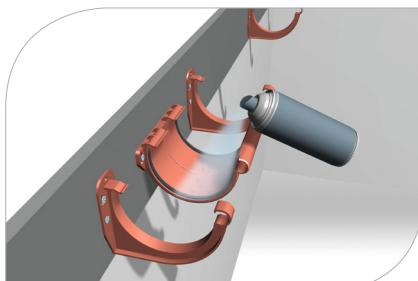

рис. 5
- 1.9 Перед монтажом системы Galeco PVC следует смазать уплотнители фитингов скользящим средством для обеспечения лучшего движения желоба во время изменений температуры (**рис. 5**)